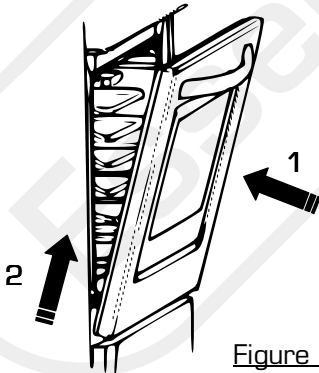

Figure 2
3. Refermez lentement la porte du four jusqu'à la butée (1) et soulevez la porte (2) jusqu'à ce que les charnières sortent de leurs gonds (Fig. 2). La porte se sépare alors complètement du four.